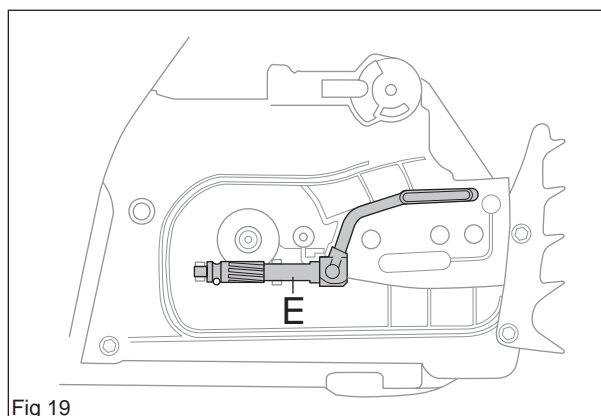

Fig 19
Retirer la pompe à huile (E) du carter moteur. La retirer avec le tuyau de pression d'huile (voir la figure 19).